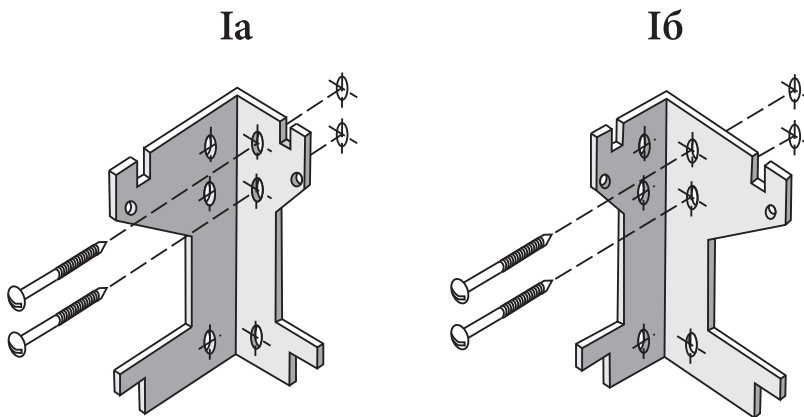
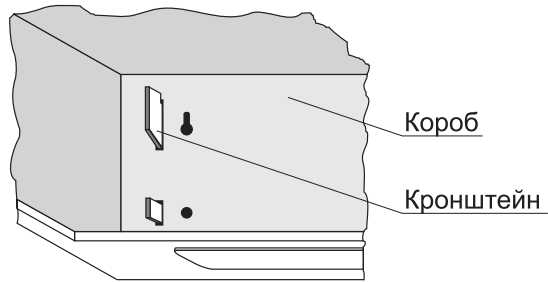

Рис. 2
Рис. 3 Вид изнутри
- На верхней и задней стенке короба воздухоочистителя имеются отверстия, одно из которых закрыто заглушкой 14 (рис.2), вторая заглушка находится в комплекте запасных частей. Отверстия предназначены для отвода воздуха наружу через трубу, которая присоединяется к воздухоочистителю через фланец 13. Второе отверстие закрывается заглушкой.
**ПРИМЕЧАНИЕ:** в случае наличия газового стояка в месте крепления воздухоочистителя прибор крепить согласно варианту Iа, в остальных случаях - согласно варианту Iб (рис. 2).
6.1.3 Вставить дюбеля в отверстия, закрепить шурупами кронштейны (рис.2). Навесить воздухоочиститель на кронштейны (см. рис.3), подогнуть верхние зацепы кронштейнов для надежной фиксации воздухоочистителя.